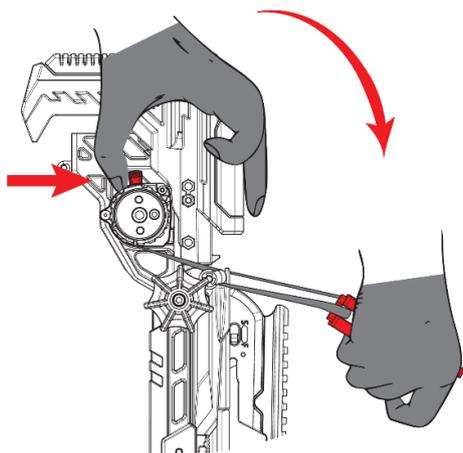

Рис.9
4. Чтобы вытянуть взводную скобу, нажмите на рычаг блокировки лебедки, который располагается на механизме лебедки с двух сторон от приклада (Рис.9).